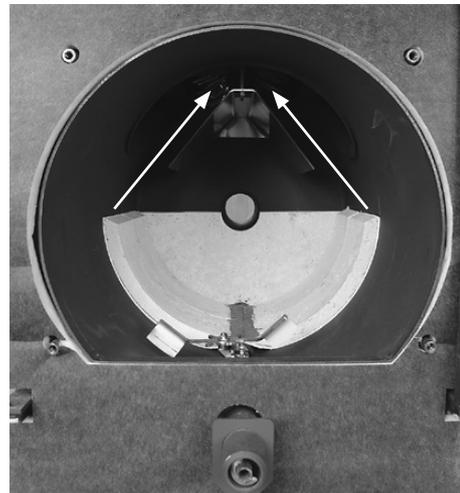

Bild 11
11. Asche in der Brennkammer und am Leitblech entfernen; am besten mit Hilfe eines Staubsaugers. Insbesondere der Abgas-Eintritt in die stehenden Züge (Pfeile - Bild 11) muss sorgfältig gereinigt werden.
2. Stecker abziehen (A)
3. Flügelmuttern lösen (B)
4. Abgas-Sammlerdeckel lösen (C)
5. Asche heraussaugen (D, Bild 11)